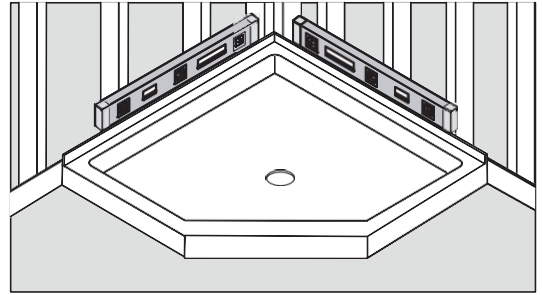

FIG 1 Verifica que la base esté nivelada colocando un nivel en posición horizontal encima del umbral (borde frontal) de la base, los lados y la parte posterior.
- 2** Prueba la base en la zona de preparación. Con la base apoyada en el piso, verifica el nivel en la parte superior de la base. La base debe estar nivelada de adelante hacia atrás y de lado a lado (Fig. 1).